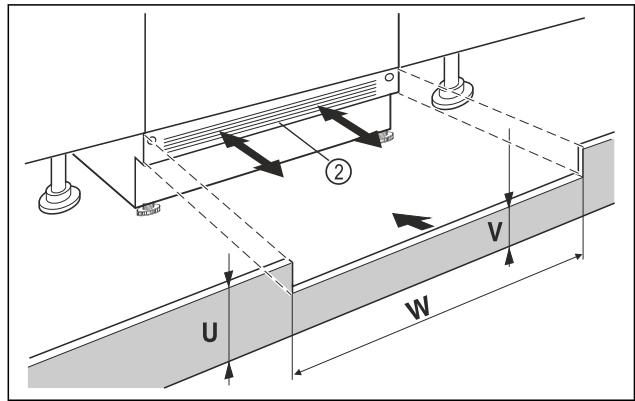

Fig. 100 Représentation à titre d'exemple
- Mettre le panneau de socle de l'appareil Fig. 100 (2) en place sans le fixer.
- Si le panneau de socle est visible Fig. 100 (2), le tirer vers l'avant de sorte à aligner l'avant de la grille d'aération et du panneau de socle du meuble.
- Si le panneau de socle est dissimulé Fig. 100 (2), le pousser entièrement vers l'arrière.
- Veiller à ce que les fentes d'aération soient complètement dégagées : si nécessaire, couper le panneau de socle du meuble Fig. 100 (U) en hauteur !
- Ajuster la hauteur de la traverse Fig. 100 (V) sous le panneau de socle de l'appareil Fig. 100 (2) sur la largeur de la niche Fig. 100 (W).